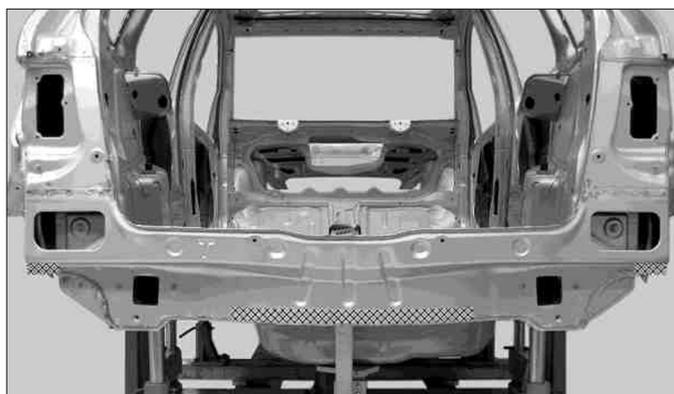

FIG. 116
- Chauffer à l'aide d'un décapeur thermique les zones hachurées (Fig.116).